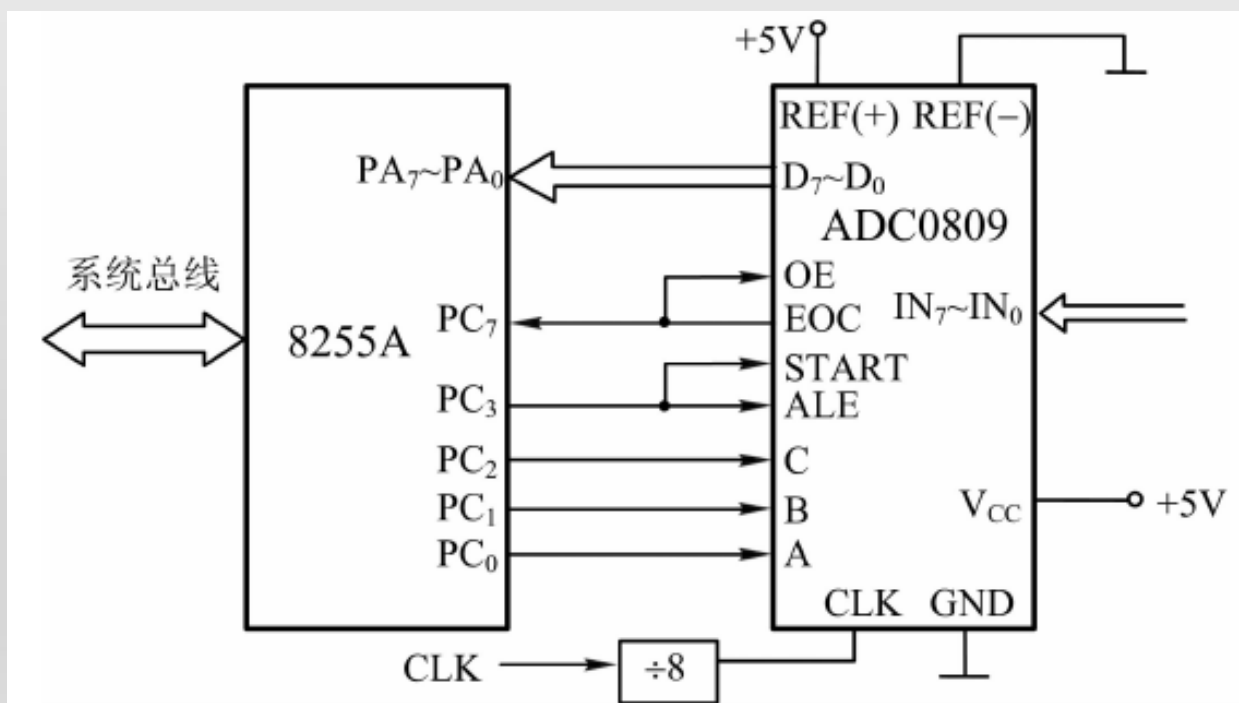

图 10.19 用 8255A 控制 ADC0809 的电路图
(2) 用8255A控制ADC0809的方法
- ◆ 用8255A控制ADC0809的方案图如图10.19。采用查询法来检测转换是否结束。
- ◆ 设图10.19中，8255A的端口地址为320H~323H，已对它进行了初始化，并将ES和DS置成了相同段基地址。要求把8通道的转换结果，存到段基址为ES，偏移量从DATA_BUF开始的内存中。则ADC0809完成一次8路模拟量采集的子程序AD_SUB如下：